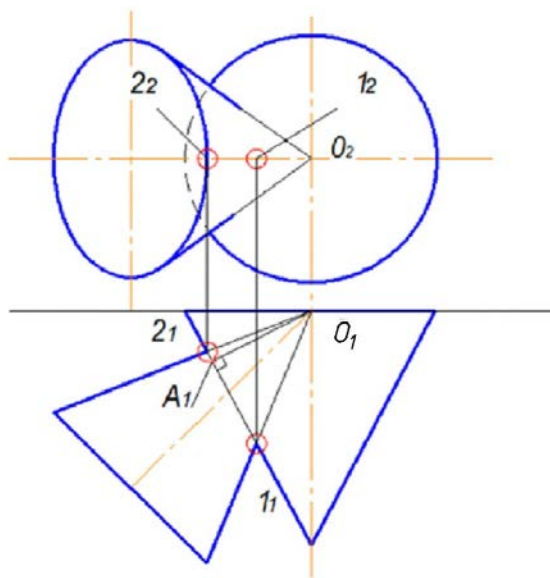

Рисунок 19 – Крок 2 алгоритму виконання РГР № 4
2. Визначити спільні точки між поверхнями шляхом введення допоміжних січних сфер (рис. 19). Положення центра січних сфер, як відомо, залежить від конкретного взаємного розташування поверхонь обертання (або поверхні обертання та поверхні, що має сукупність перерізів у вигляді кіл). У випадку перетину осей обертання, центр допоміжних сфер завжди знаходиться саме в цій точці (на рисунку т. О). Спільні точки починають визначати за допомогою сфери мінімального радіуса. Наприклад, мінімальний радіус визначають як відрізок перпендикулярний до твірної конуса ( $O_1A_1$ ):